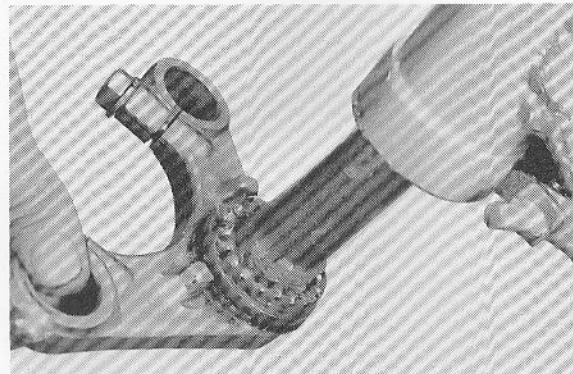

Fig. 5-7-7
8. Remove bracket while being very careful not to lose any bearings from the lower assembly. (Fig. 5-7-7)
8. Enlever l'étrier tout en prenant garde de ne pas perdre ou déplacer les roulements à la partie inférieure de l'assemblage. (Fig. 5-7-7)